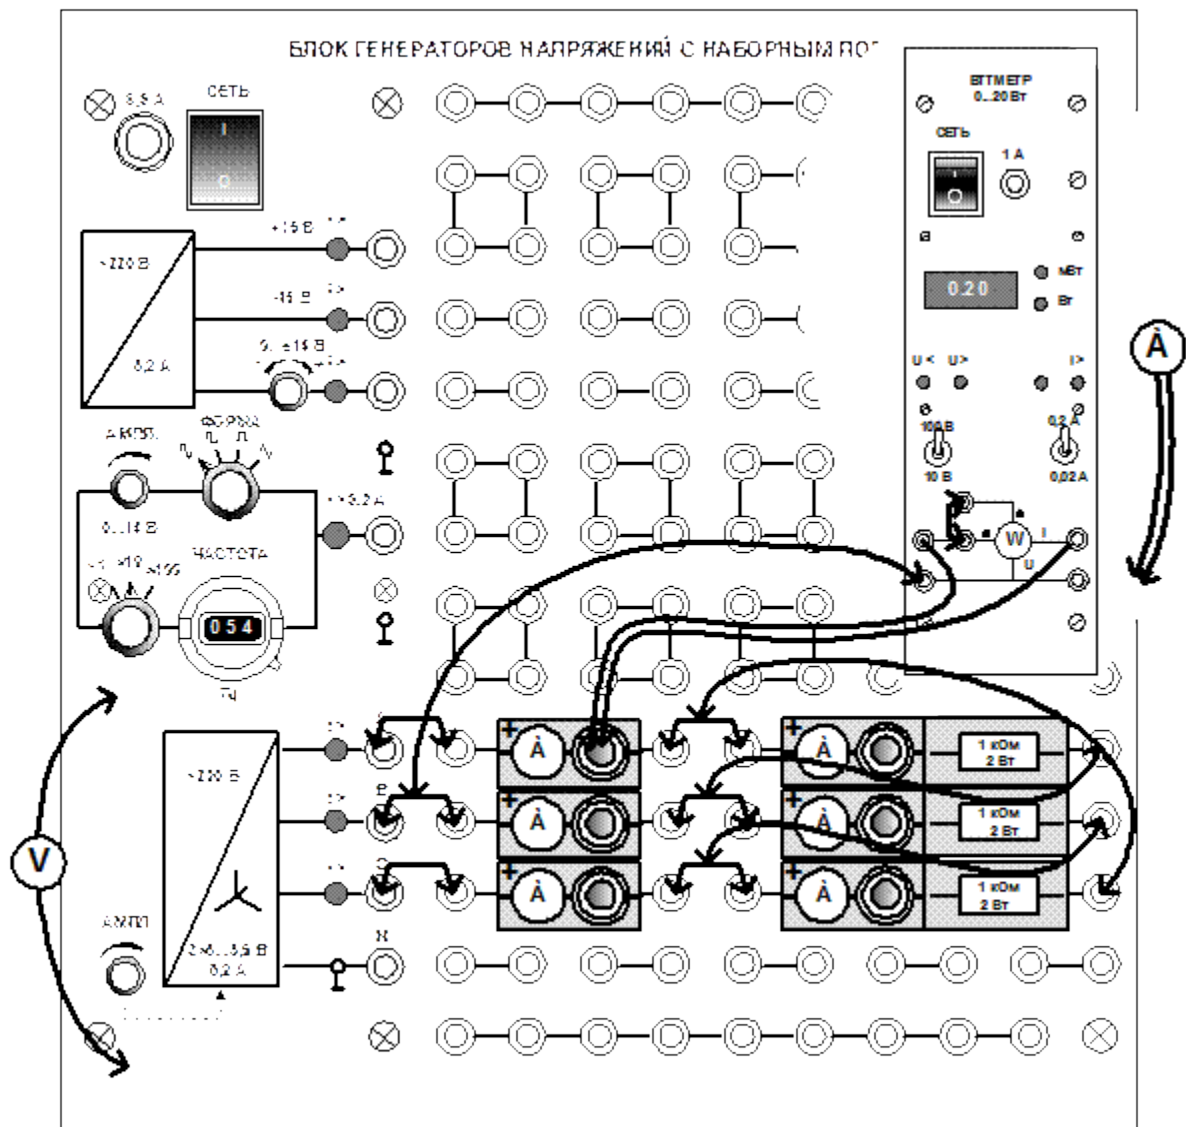

Рис. 10.3
1. Соберите цепь с симметричной нагрузкой ($R_{AB} = R_{BC} = R_{CA} = 1$ кОм) согласно принципиальной схеме (рис. 10.3) и монтажной схеме (рис. 10.4).